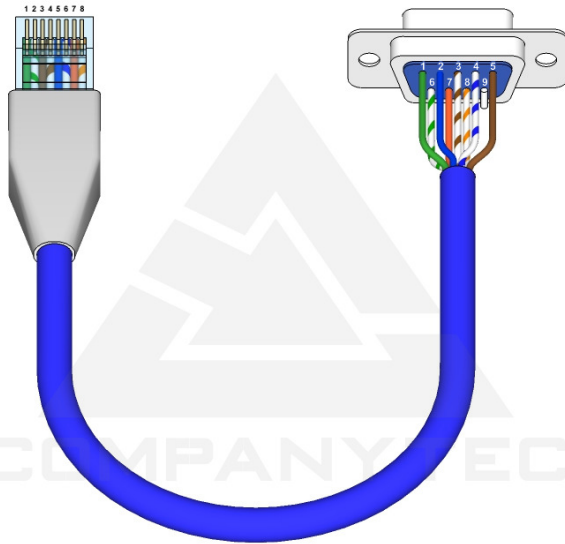

Figura 35 - Padrão de conexão PWN01
- Caso o cabo adquirido não tenha o comprimento suficiente, confeccione o cabo com o comprimento necessário conforme o padrão da Figura 35 - Padrão de conexão PWN01.